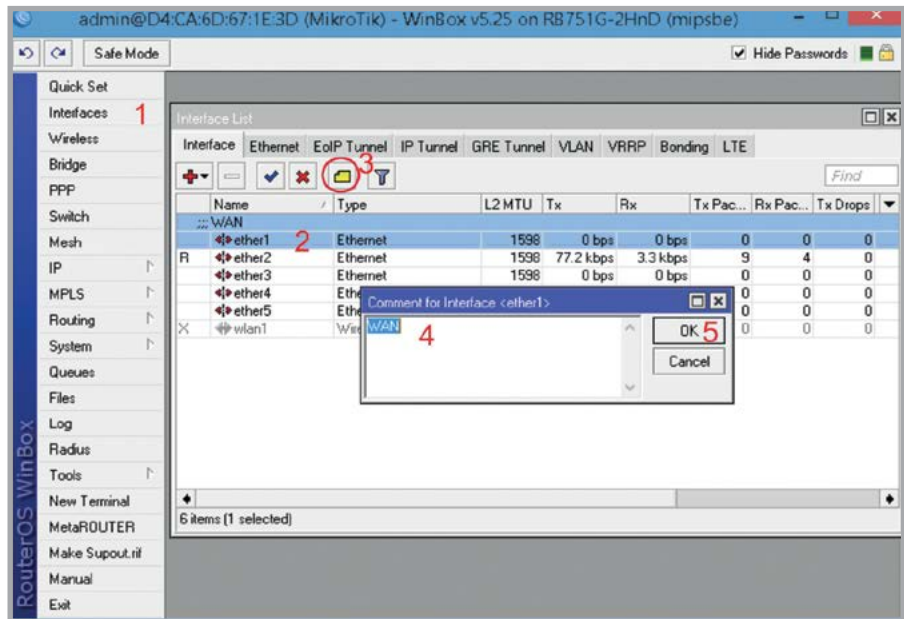

Рис. 7. Сетевые интерфейсы
1. Открываем меню **Interfaces** (рис. 7).